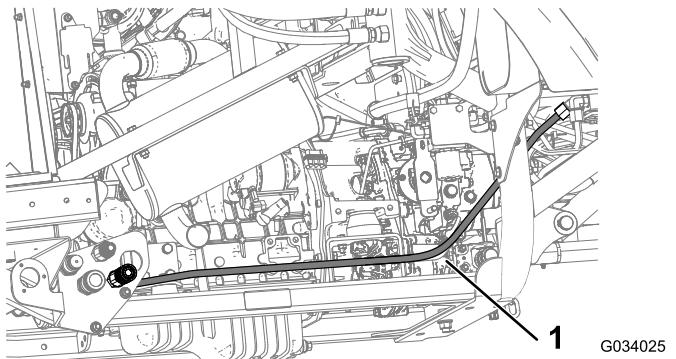

Bild 24
4. Befestigen Sie den Hydraulikschlauch F vom 45°-Anschlussstück am Schottanschlussstück (2,57") am Schnellkupplungsanschlussstück (1/2" x 1/2", Innengewinde) am Schott, wie in Bild 24 abgebildet.